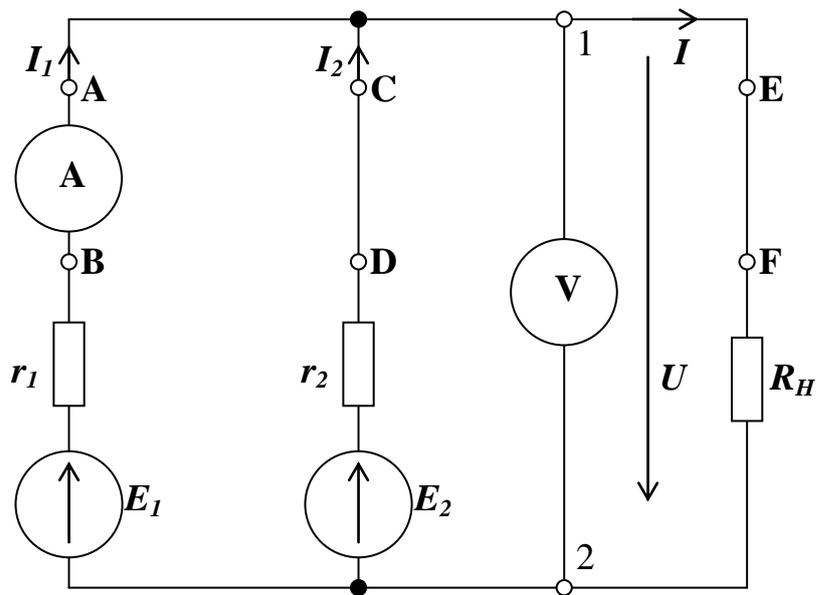

Рис. 3.10
10. Соберите цепь с параллельным соединением источников напряжения согласно схеме на рис. 3.10, используя в качестве E_1 регулируемый и в качестве E_2 нерегулируемый источники напряжения. В качестве внутренних сопротивлений источников устанавливаются резисторы r_1 и r_2 . Между точками А-В, С-Д, Е-Ф включите перемычки для